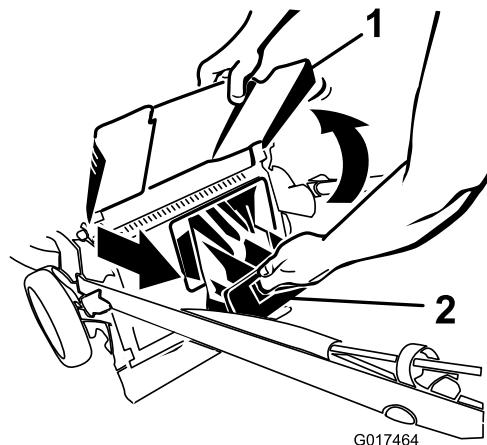

Figura 26
2. Levante y sujeté el deflector de descarga (Figura 26).
3. Saque el tapón de descarga trasera (Figura 26).